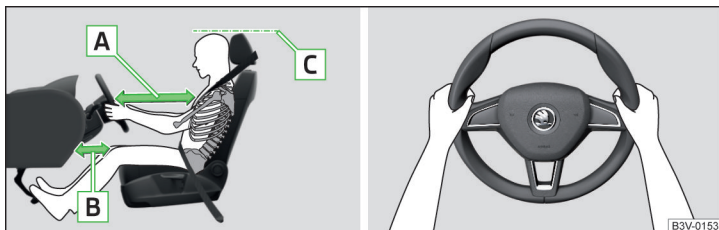

Fig. 15 Poziția corectă a scaunului șoferului/Poziția corectă la volan
- ✓ La autovehicule cu airbag pentru genunchii șoferului, reglați longitudinal scaunul șoferului în așa fel, încât distanța de la picioare la planșa de bord să fie de minim 6 cm » **fig. 15 - B** în zona airbagului pentru genunchi.
- ✓ Reglați volanul în așa fel, încât distanța dintre volan și torace să fie de cel puțin 25 cm » **fig. 15 - A**.
- ✓ Reglați tetiera astfel încât marginea superioară a tetierei să se afle, pe cât posibil, la aceeași înălțime cu partea superioară a capului dumneavoastră (nu este valabil pentru scaunele cu tetieră integrată) » **fig. 15 - C**.
- În timpul mersului volanul trebuie ținut cu ambele mâini, de partea exterioară laterală, în poziția „orei 9” și „orei 3” » **fig. 15**. Nu țineți niciodată volanul în poziția „ora 12” sau în altă poziție (de exemplu de centrul volanului, de marginea interioară etc.). În caz contrar, în cazul declanșării airbagurilor, se poate provoca accidentarea gravă a mâinilor, brațelor și a capului.
- ✓ Reglați tetiera astfel încât marginea superioară a tetierei să se afle, pe cât posibil, la aceeași înălțime cu partea superioară a capului dumneavoastră » fig. 15 la pagina 20 - **C** (nu este valabil pentru scaunele cu tetieră integrată).
- ✓ Reglați tetierele astfel încât marginea superioară a tetierei să se afle la aceeași înălțime cu partea superioară a capului dumneavoastră » fig. 15 la pagina 20 - **C**.